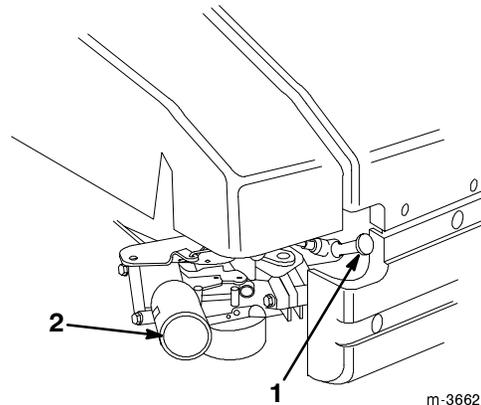

Bild 9
1. Stecken Sie den Zündkerzenstecker wieder auf die Zündkerze auf (Bild 9).
2. Drücken Sie die Starthilfe dreimal, wobei Sie zwischen jedem Drücken zwei Sekunden verstreichen lassen sollten (Bild 9).